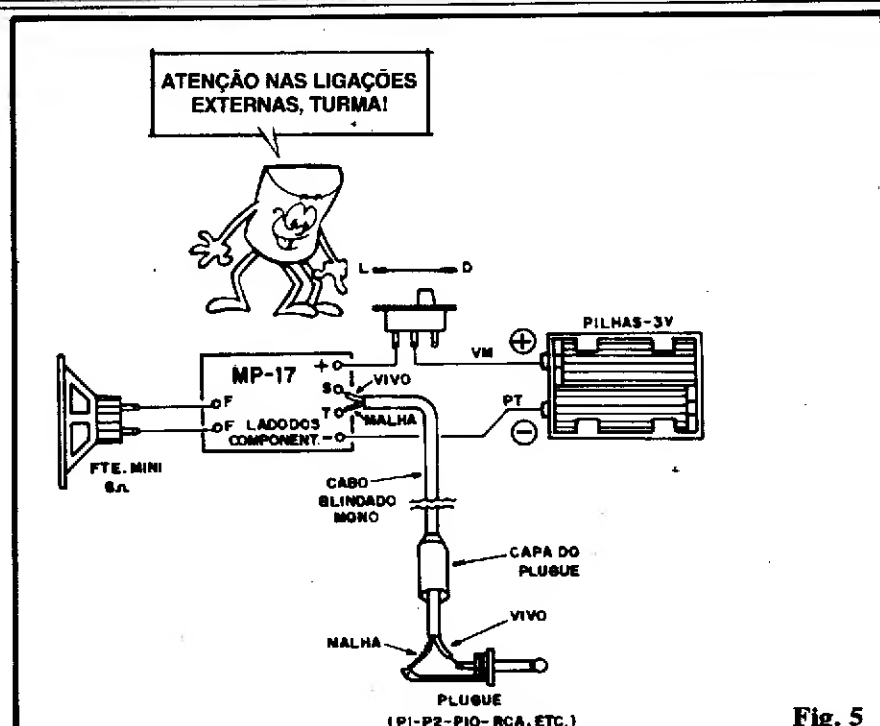

Fig. 5
- **FIG. 5** - Diagrama das ligações externas à placa, que também são simples e diretas. Os pontos mais importantes são: a polaridade da alimentação (referenciada pelas cores dos fios que vem do suporte de pilhas, como é convencional...) e as conexões do cabo blindado mono à placa e ao plugue. Identifiquem direitinho "onde" está ligada a "malha" e o fio "vivo", pois se ocorrerem inversões aí, será praticamente inevitável a ocorrência de rancos ou ruídos espúrios quando da utilização real do Microfone, devido a captações não desejadas... Com exceção do cabo blindado mono, toda a fiação deverá ser a mais curta possível, facilitando o "embutimento" do conjunto no **container** (detalhes adiante...) e inibindo as tais "captações" espúrias (fiozões "pendurados" são feios e nocivos, lembrem-se...).